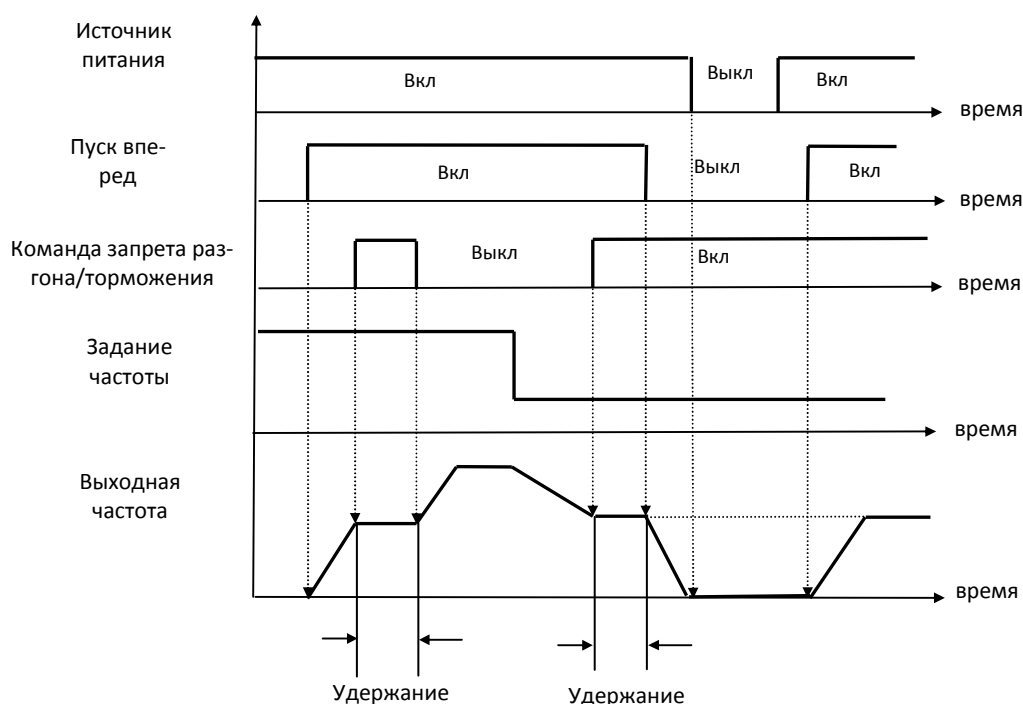

Рис. 4.3.21 Временные диаграммы режима запрета разгона/торможения
- Временные диаграммы работы функции показаны на рис.4.3.21. При поступлении команды в процессе разгона или торможения, процесс прекращается и преобразователь частоты продолжает работать на текущей частоте. После снятия команды процесс разгона или торможения продолжается.